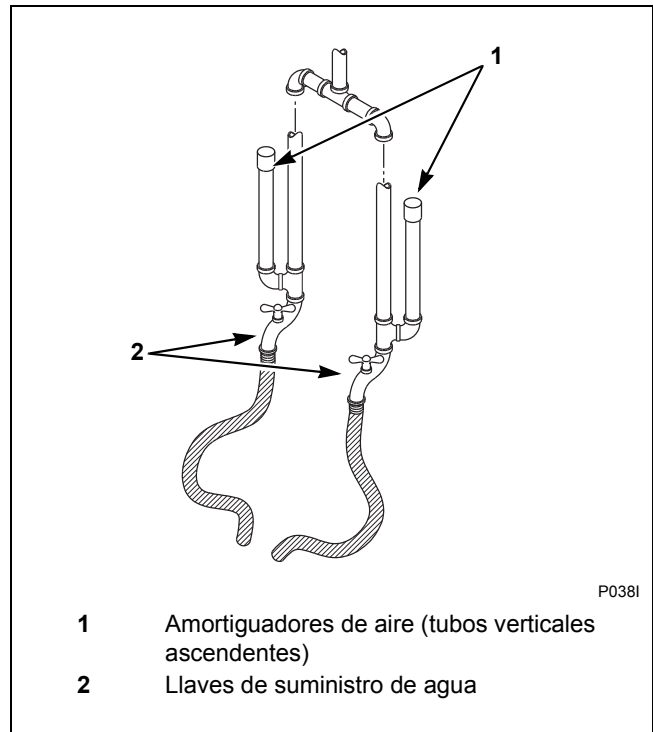

Figura 16
- Deberán instalarse amortiguadores de aire apropiados en las líneas de suministros para evitar el “martilleo”. Consulte la *Figura 16*.